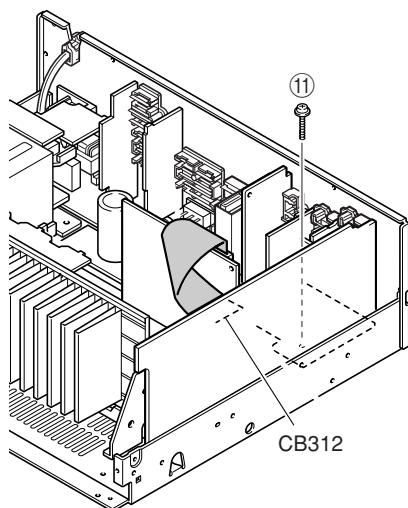

Fig. 4
5. RX-V530/RX-V530RDS/HTR-5550/HTR-5550RDS/DSP-AX530: Removal of FUNCTION (1) ~ (4), FUNCTION (10), VIDEO (1) and VIDEO (2) P.C.B.s and Tuner
- Remove CB312. (Fig. 4)
- Remove 1 screw (11). (Fig. 4)
- Remove FUNCTION (1) ~ (4), FUNCTION (10), VIDEO (1) and VIDEO (2) P.C.B.s. and the Tuner. (Fig. 4)
5. RX-V530/RX-V530RDS/HTR-5550/HTR-5550RDS/DSP-AX530: FUNCTION (1)~(4)、FUNCTION (10)、VIDEO (1)、VIDEO (2) P.C.B.、TUNERの外し方
- CB312を外します。(Fig. 4)
- 11のネジ1本を外します。(Fig. 4)
- FUNCTION (1)~(4)、FUNCTION (10)、VIDEO (1)、VIDEO (2) P.C.B.、TUNERを取り外します。(Fig. 4)
5. RX-V430/RX-V430RDS/HTR-5540/HTR-5540RDS/ DSP-AX430: Removal of FUNCTION (1) ~ (4), FUNCTION (10) P.C.B.s and Tuner
- Remove 1 screw (⑪). (Fig. 4)
- Remove FUNCTION (1) ~ (4), FUNCTION (10) P.C.B.s. and the Tuner. (Fig. 4)
5. RX-V430/RX-V430RDS/HTR-5540/HTR-5540RDS/ DSP-AX430: FUNCTION (1) ~ (4), FUNCTION (10) P.C.B., TUNERの外し方
- ⑪のネジ1本を外します。(Fig. 4)
- FUNCTION (1) ~ (4)、FUNCTION (10) P.C.B.、TUNERを取り外します。(Fig. 4)